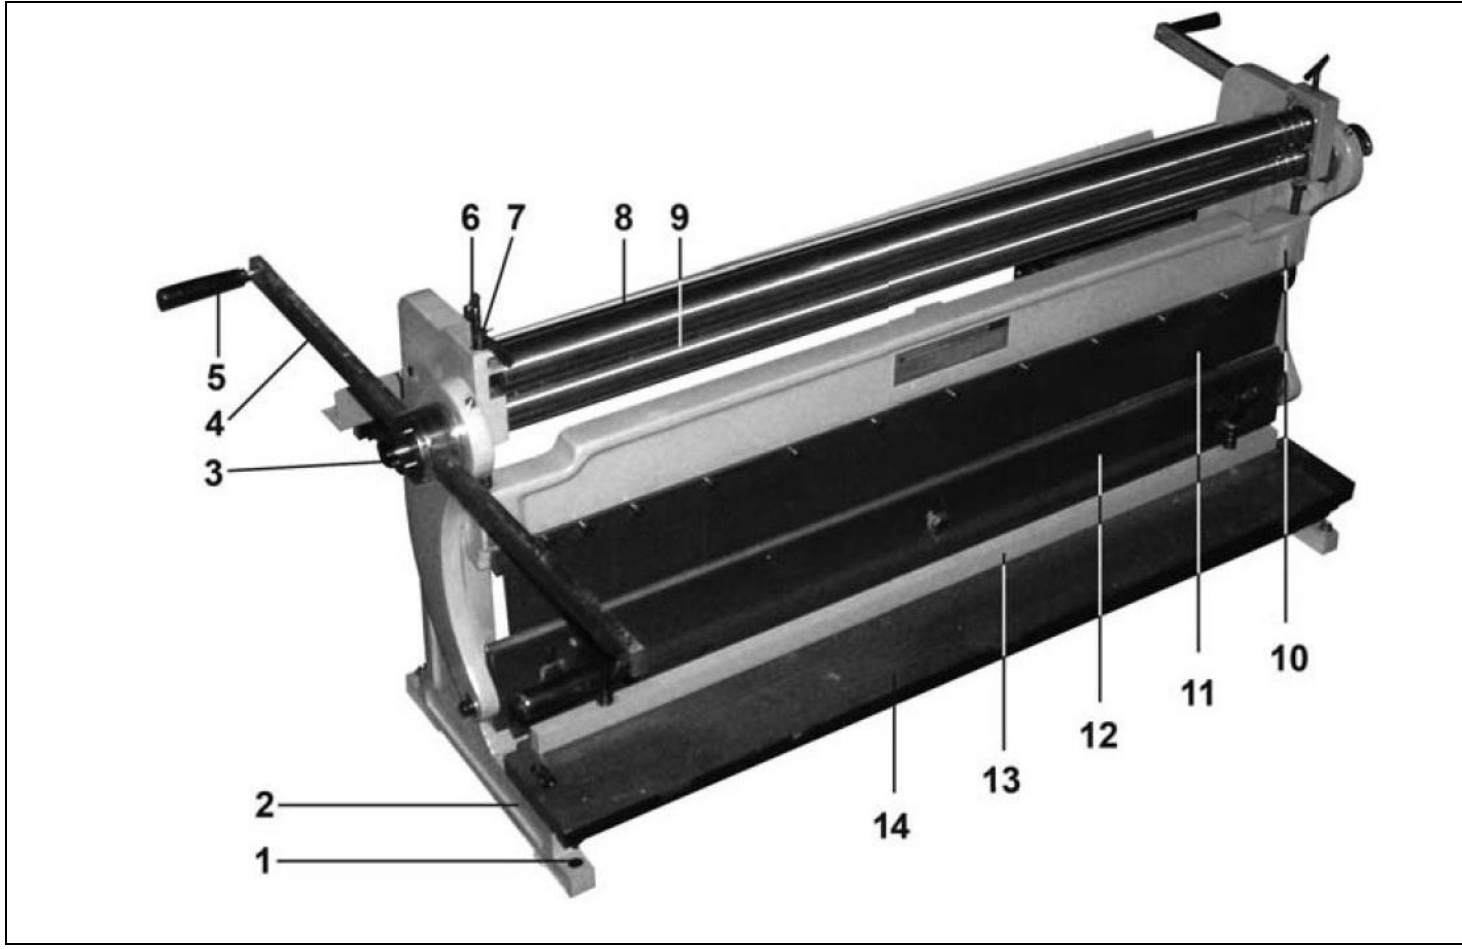
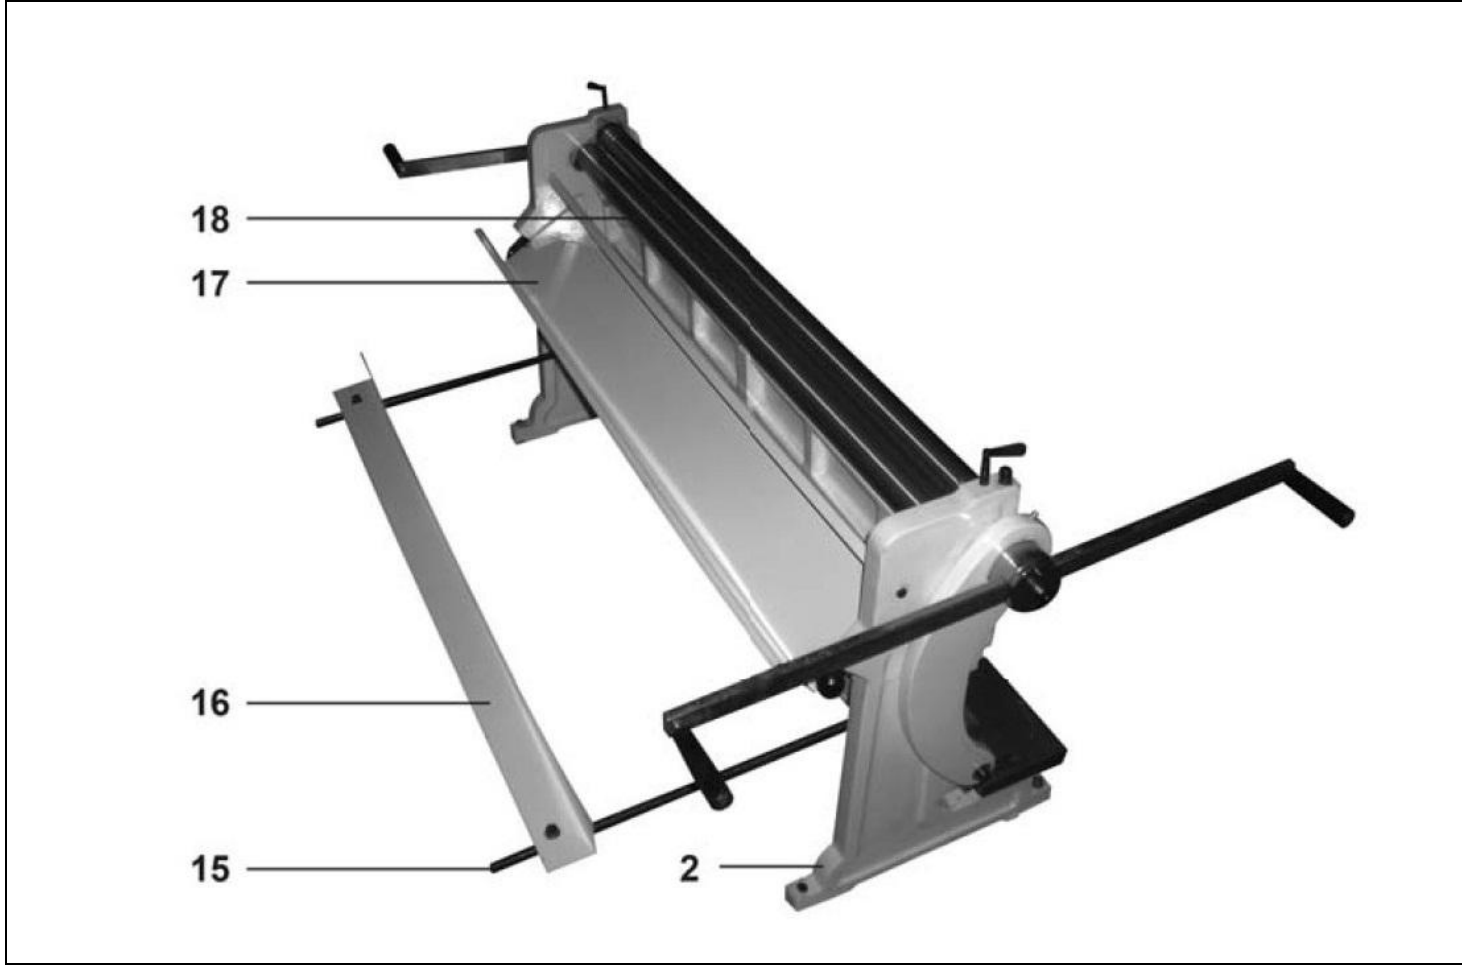

Рис. 2
Рис. 3
**6. УСТРОЙСТВО (Рис. 2, 3)**
**7. МОНТАЖ (Рис. 2, 3)**
## 8. СБОРКА (Рис. 2, 3)
Как показано на Рис. 2, установите ручки (4), положение зафиксируйте установочным болтом (3). На ручках (4) установите и закрепите рукоятки (5). Как показано на Рис.3, в основание (2) вкрутите две направляющие (15). На направляющих (15) установите и закрепите упорную планку (16).
### 9.1. Подготовка к работе (Рис. 2, 3)
### 9.3. Изгибание под углом 90°, отбортовка (Рис. 2, 3).
9.3.1. Установите направляющие (15) и упорную планку (16), Рис. 3, в специальные резьбовые отверстия нижней пластины (12). Положение упорной планки (16) определяется разметкой заготовки.
#### 9.4. Резание (Рис. 2, 3)
9.4.1. Как показано на Рис. 3, установите направляющие (15) и упорную планку (16) в специальные резьбовые отверстия с обратной стороны рабочего стола (14). Положение упорной планки (16) определяется разметкой заготовки.